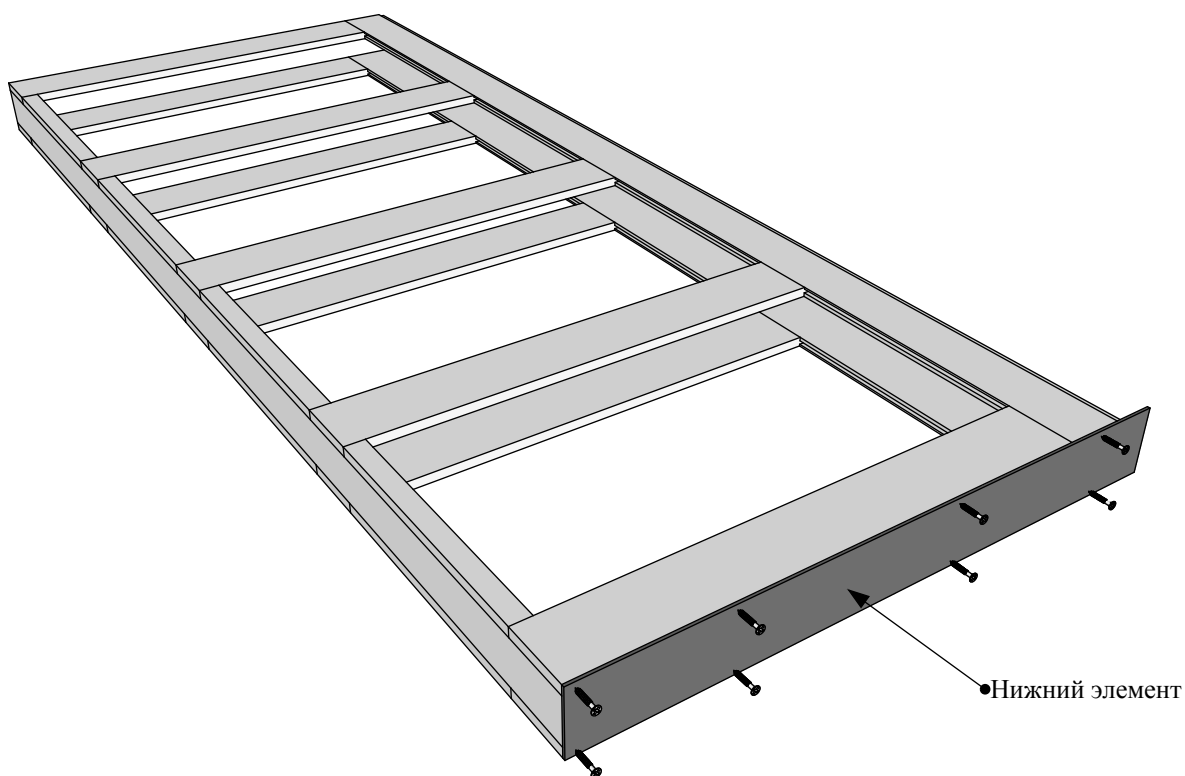

Рисунок 14
4.5 Установить нижний элемент (деталь F) и закрепить саморезами 3,5*32 (Рис. 14)